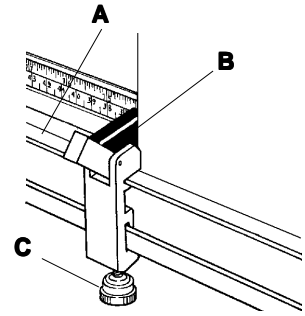

Figure 21
3. Set the board to be cut on the **LEFT SQUARING EDGE BAR (A)** and slide it to the right so the left edge of the board aligns with the desired cutting dimension. **Figure 21**. The **MEASURING STOP** is useful when more than one piece is to be cut to the same size. Set the **BLACK STOP LEVER** to the desired dimension (**B**) and lock the **MEASURING STOP** in place with the **LOCKING KNOB (C)**. Slide the board to the left against the **BLACK STOP LEVER**, and apply the **CLAMP** to hold the mount board in place and prevent buckling.
3. Legen Sie das zu schneidende Material auf die **linke Winkelleiste (A)**. Bringen Sie die linke Kante des Materials auf die gewünschte Abmessung. **Abbildung 21**. Sollen mehrere Teile mit den gleichen Abmessungen geschnitten werden, kann die Verwendung des **Maßstoppers** die Arbeit wesentlich erleichtern. Bringen Sie den **schwarzen Stophebel** auf die gewünschte Abmessung (**B**) und sperren Sie den **MAßSTOPPER** mit dem **Sperrknopf (C)**. Schieben Sie das Material nach Links gegen den **schwarzen Stophebel** und betätigen Sie die **Klemmvorrichtung**, um für ein rutschfreies, wellenfreies Schneiden zu sorgen.
3. Placez le panneau devant être coupé sur la **BARRE DE BORD D'ÉQUARRISSAGE GAUCHE (A)** et faites-le glisser du côté droit de manière à ce que le rebord gauche du panneau s'aligne contre la dimension de coupe désirée. **Figure 21**. Le **TAQUET DE MESURE** est utile lorsque que l'on doit couper plus d'une pièce aux mêmes dimensions. Réglez le **LEVIER DE TAQUET NOIR** à la dimension désirée **(B)** et verrouillez le **TAQUET DE MESURE** en position avec le **BOUTON DE VERROUILLAGE (C)**. Faites glisser le panneau vers la gauche contre le **LEVIER DE TAQUET NOIR** et placez la **BRIDE DE SERRAGE** pour maintenir le panneau de montage en position et empêcher qu'il ne se gondole.